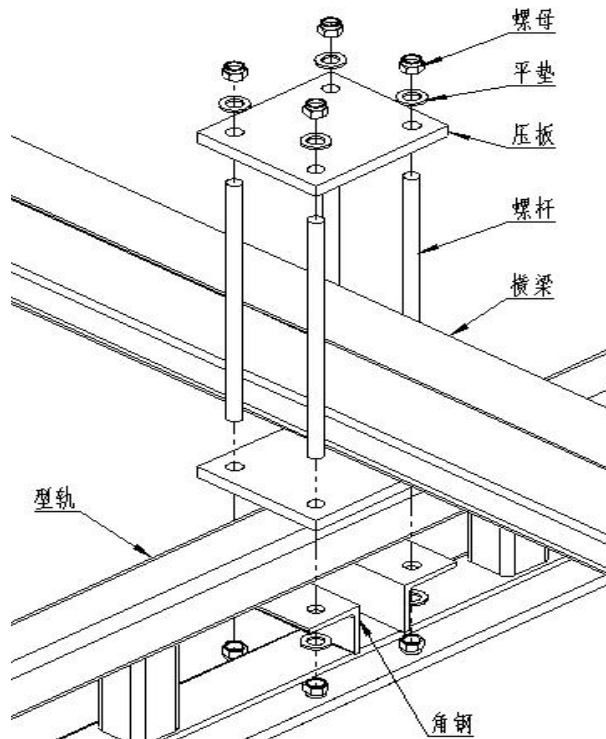

图 4A
- 4.2 使用提供的角钢、压板、螺杆和螺母，将固定型轨与横梁连接起来（图 4A）。